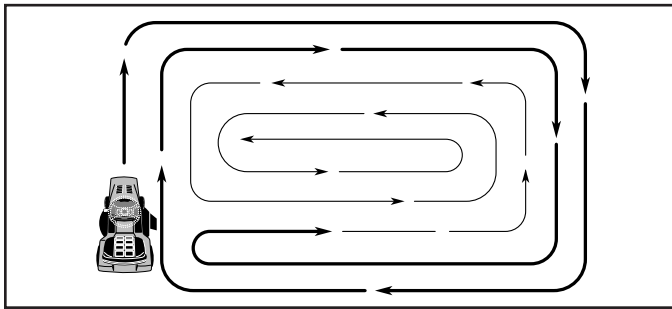

Fig. 15
- Al segar las áreas grandes, empiece girando a la derecha de modo que los recortes se descarguen, alejándose de los arbustos, cercos, entradas de automóviles, etc. Después de una o dos vueltas, siga en la dirección opuesta, haciendo virajes a la izquierda, hasta que termine (Vea Fig 15).